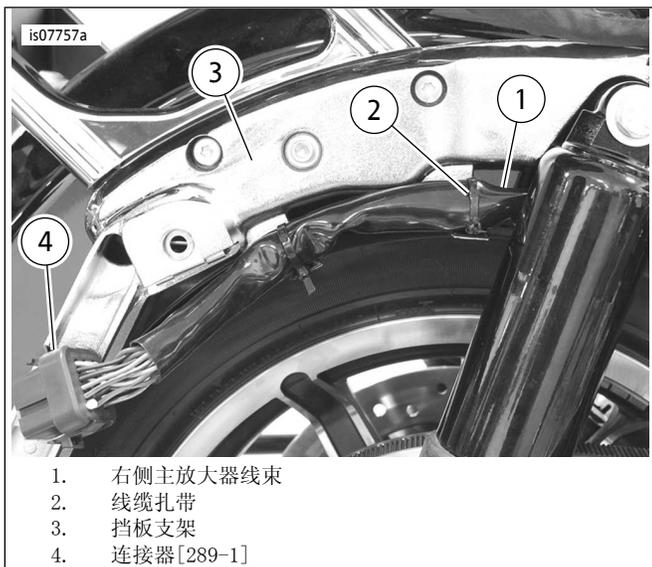

图7. 布设主放大器线束
1. 参见图7。在边箱安装区域布设车辆侧放大器线束(1)，从放大器18路大连接器[289-1A]开始，在车辆上向前布设。沿着边箱支架(3)布设线束。